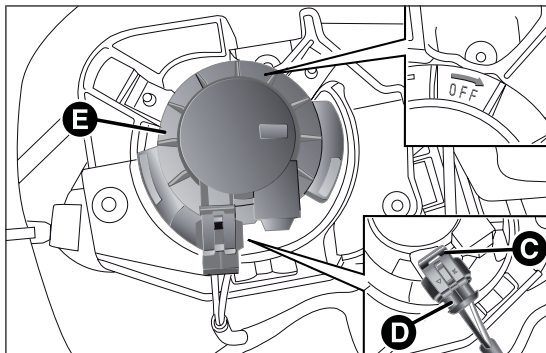

fig. 132
- ❑ agir sur l'agrafe C fig. 132 et débrancher le connecteur électrique D ;